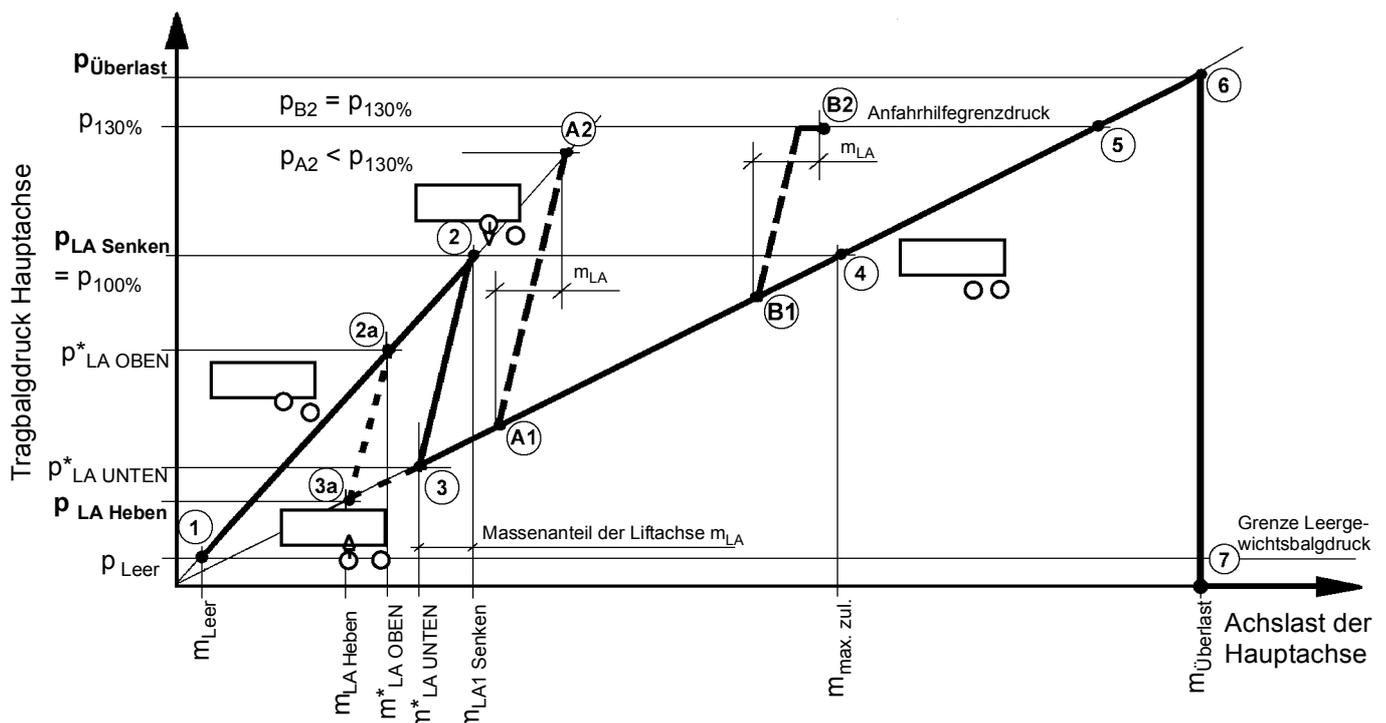

Abb. 3 Liftachsfunktionsdarstellung bei Anhängerfahrzeugen mit einer Liftachse
Abb. 3 zeigt den Verlauf des Tragbalgdruckes (dicke Linie) in der Hauptachse des Anhängers in Abhängigkeit von der Anhängerbeladung. Bei der Be- bzw. Entladung werden auf dieser Linie verschiedene markante Punkte durchfahren. Die Drücke im Tragbalg der Hauptachse an diesen Punkten müssen dem ECAS-System teilweise beim Parametrieren vorgegeben werden. Teilweise er-
Für die folgende Erläuterung gehen Sie davon aus, dass ein Tanklastaufleger bzw. -anhänger kontinuierlich mit Flüssigkeit gefüllt bzw. entleert wird (↓ Abb. 3).
Diese Einstelldrücke sind in Abb. 3 hervorgehoben.
Die Anfahrhilfsfunktion ist nur möglich, wenn sich der Tragbalgdruck in Abb. 3 zwischen ③a und ⑥ zuordnen lässt. Was bedeutet, dass sich die Liftachse auf dem Boden befinden muss. Die Beschreibung ist an den Forderungen der EG-Richtlinie 97/27/EG (EG 97/27) ausgerichtet.
Abb. 3 zeigt an 2 Beispielen, beginnend bei ① und ①, wie die Anfahrhilfe nach der Aktivierung der verschiedenen Beladungszuständen wirkt.